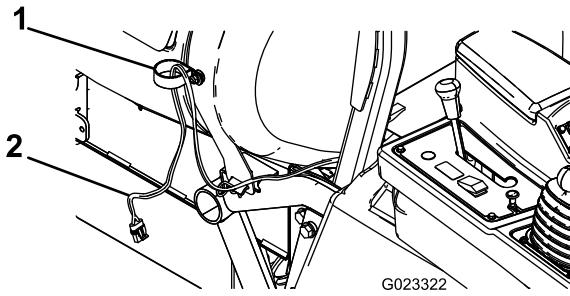

Figura 3
- Pase el extremo del arnés de cables que va al carrete de la manguera a través de la abrazadera en R, según se muestra en Figura 3.